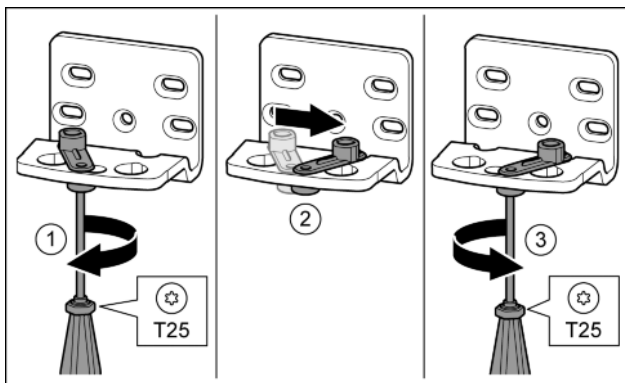

Fig. 15
- ▶ Schraube mit Schraubendreher T25 lose schrauben. *Fig. 15 (1)*
- ▶ Türschließhilfe anheben und um 90° nach rechts in Bohrung drehen. *Fig. 15 (2)*
- ▶ Schraube mit Schraubendreher T25 festschrauben. *Fig. 15 (3)*